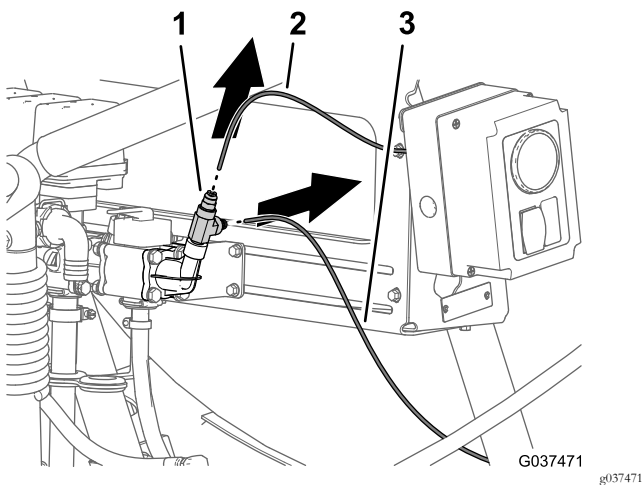
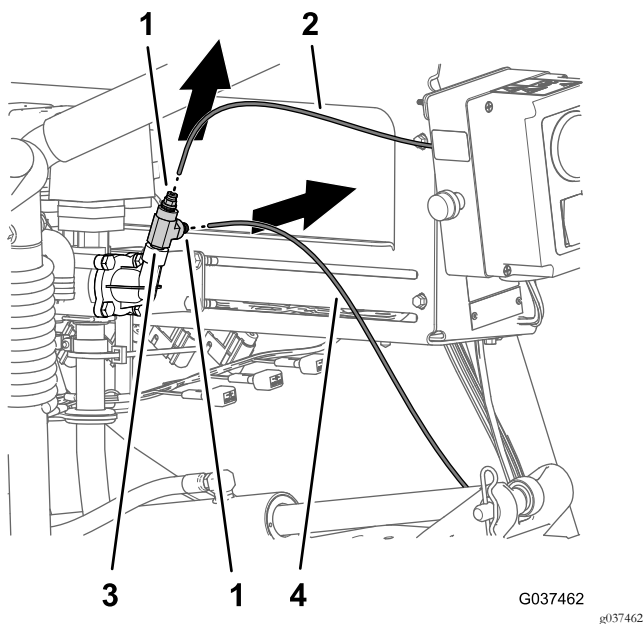

Figura 11
Figura 12
1. Premete i collari degli accoppiatori dei tubi nel raccordo a T nel raccordo del foro di pressione (Figura 11 o Figura 12).
2. Rimuovete il tubo di rilevamento della pressione per il manometro del cruscotto dall'accoppiatore del tubo (Figura 11 o Figura 12).
3. Rimuovete il tubo di rilevamento della pressione per il manometro della pistola di irrorazione o dall'accoppiatore del tubo (Figura 11 o Figura 12).